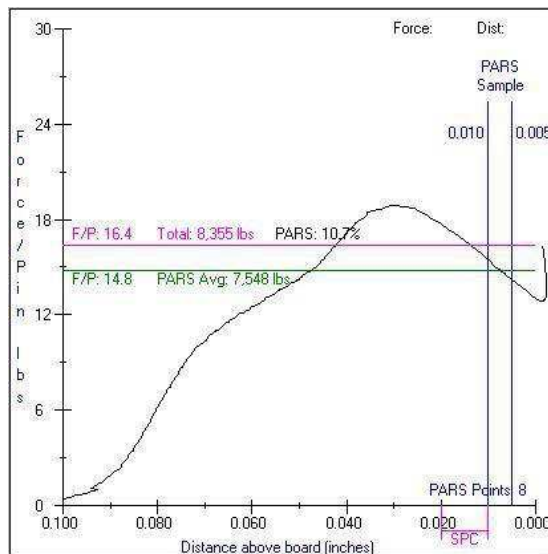

Figura 37
5. Esta etapa só é alcançada pela ação de altura "Go To" da Etapa 2. Ela testa um conector que simplesmente não conseguiu atingir a MinFPP para a altura apropriada, verificando a força de 250 N [899 ozf] detectada dentro de 0,1 mm [0,004"] abaixo da altura mínima em MinFPP da Etapa 2. A velocidade cai de forma linear para 2 mm [0,079"]/segundo até atingir a altura alvo. Veja a Figura 37